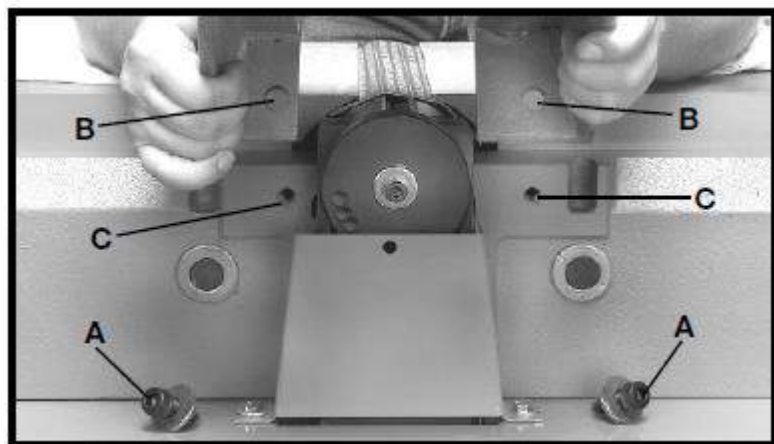

Рис. 8
1. Вывернуть два винта с шестигранным шлицем М10 х 1,5 – 30 (А), рис. 8, и снять плоские шайбы 10 мм с задней части основания фуговального станка в позиции (С).
2. Совместить два отверстия (В), рис. 8, в узле каретки параллельного упора с двумя резьбовыми отверстиями (С) в задней части основания фуговального станка. Вставить винт с шестигранным шлицем М10 х 1,5 – 30 с плоской шайбой 10 мм в отверстие узла каретки параллельного упора и ввернуть винт в резьбовое отверстие в задней части основания фуговального станка. Повторить данную операцию в другом отверстии узла каретки параллельного упора и резьбового отверстия в основании фуговального станка.
После выравнивания узла каретки параллельного упора с выводным столом надёжно затянуть два винта (А), рис. 8, шестигранным ключом 8 мм.